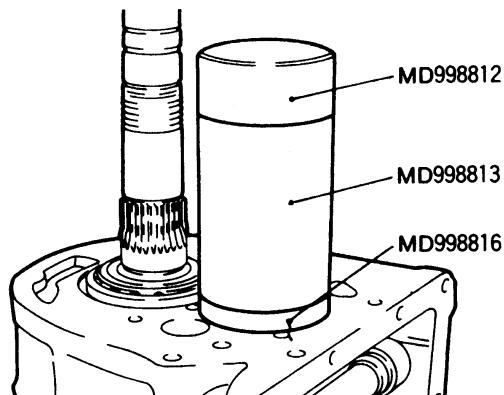

图 3-61 安装中间轴中央轴承
(8) 如图 3-61 所示, 用专用工具安装中间轴中央轴承。